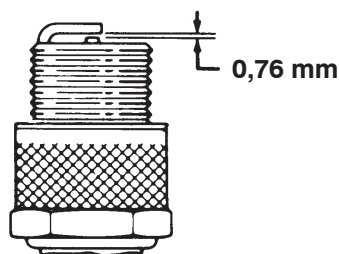

Figure 47
4. Réglez l'écartement entre les électrodes centrale et latérale à 0,76 mm (Fig. 47). Mettez en place la bougie ainsi réglée avec son joint d'étanchéité et serrez-la à 23 Nm. À défaut de clé dynamométrique, serrez fermement la bougie.